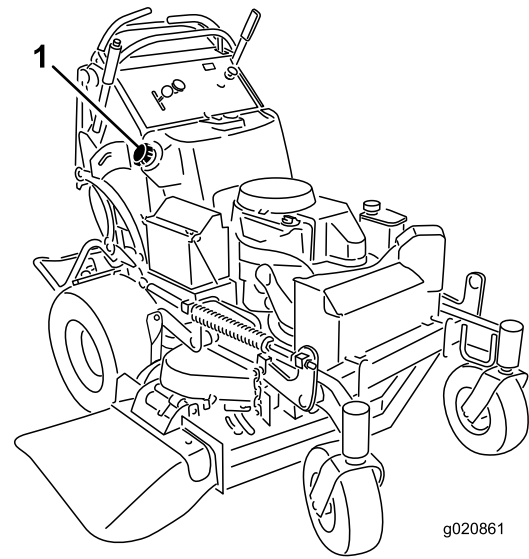

Figura 48
3. Limpie alrededor del tapón del depósito de combustible para evitar que entre suciedad en el depósito (Figura 48).
6. Con la bomba de sifón, vacíe el combustible en un recipiente de combustible limpio (Figura 48).